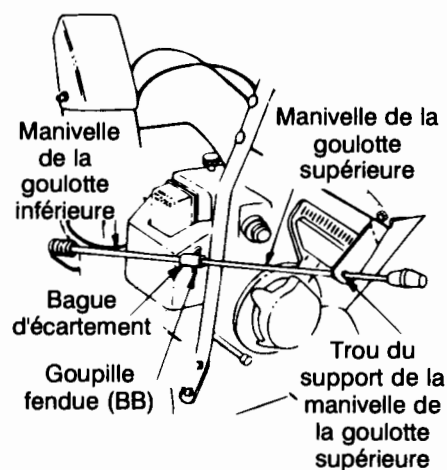

FIGURE 9
fendue (BB) (1/2 po diamètre), comme à la Figure 9.